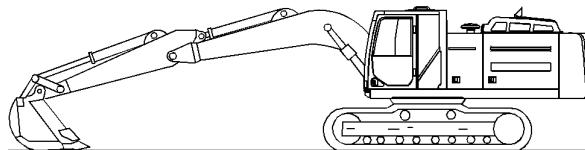

Рисунок 1
2. Полностью втяните шток гидроцилиндра рукояти. Отрегулируйте положение рычажного механизма таким образом, чтобы навесное оборудование находилось параллельно земле. Опустите стрелу до тех пор, пока навесное оборудование не окажется на земле. См. рис. 1 .